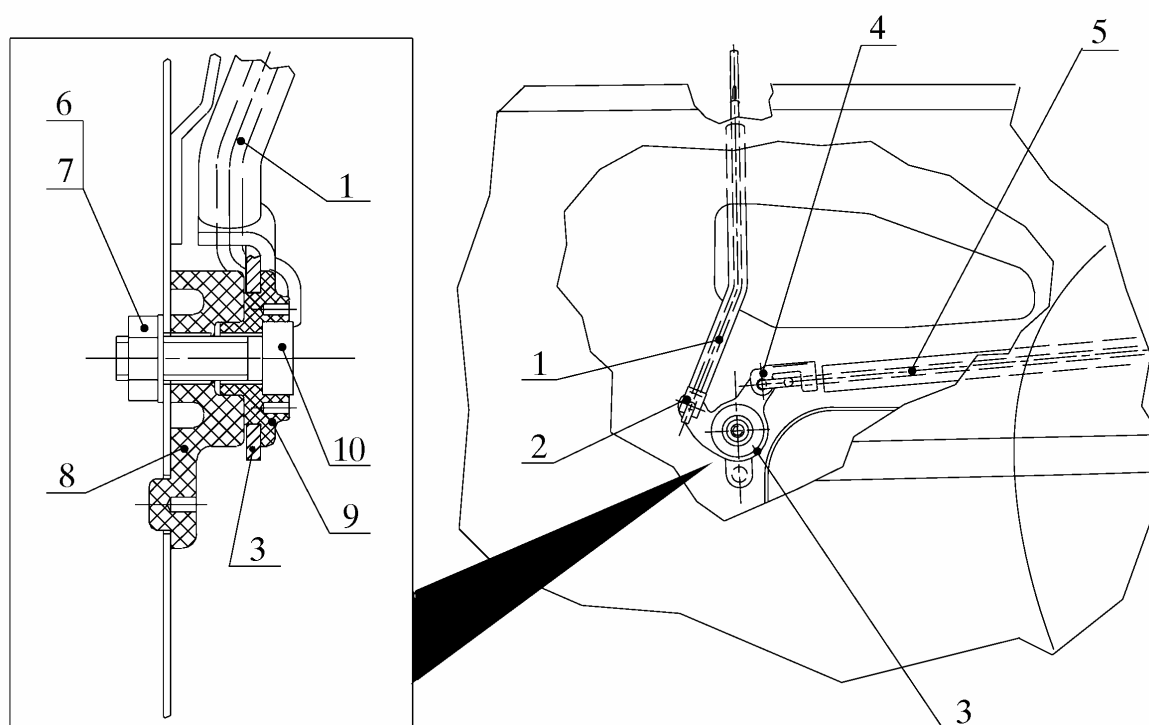

Рис. 20. Снятие рычага тяг задней двери:
5.1.4. Отсоединить тягу 4 промежуточную (рис. 20) выключения замка задней двери от рычага 3 тяг выключения замка задней двери, расфиксировав зажим 5 тяги.